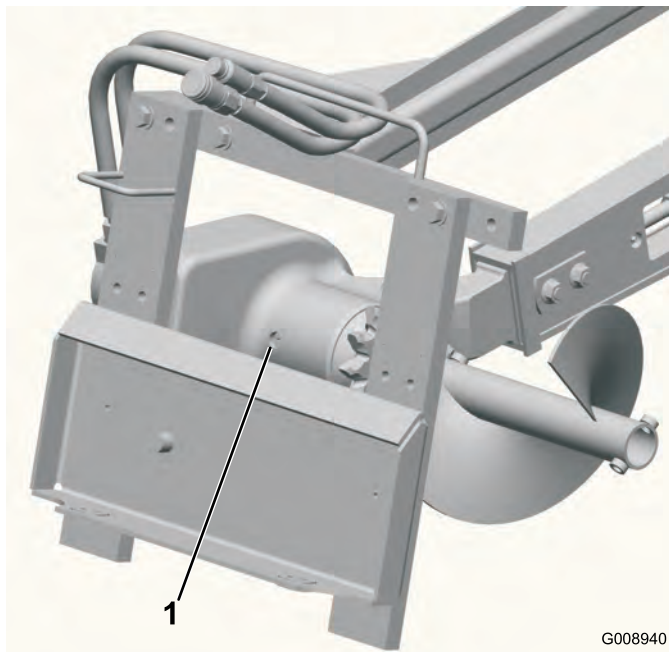

Bild 10
3. Reinigen Sie den Bereich um die Ölfüllschraube am Lagergehäuse (Bild 10).
4. Entfernen Sie die Ablassschraube aus dem Einfüllstutzen am Lagergehäuse (Bild 10).
1. Reinigen Sie den Bereich um die Ölfüllschraube am Lagergehäuse (Bild 10).
2. Entfernen Sie die Ablassschraube aus dem Einfüllstutzen am Lagergehäuse (Bild 10).